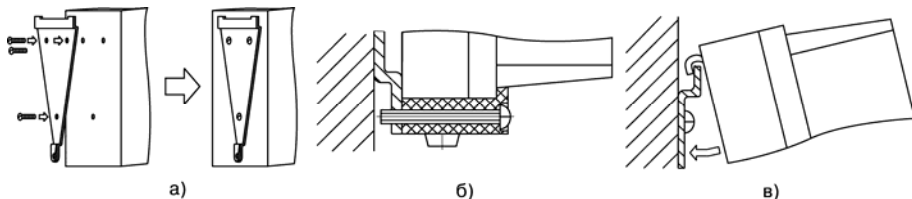

Рисунок 5.1
- 1) Закрепить кронштейн тремя винтами³ М4 на поверхности, предназначенной для установки прибора (см. приложение А и рисунок 5.1, а).
- 2) Зацепить крепежный уголок на задней стенке прибора за верхнюю кромку кронштейна (рисунок 5.1, б)
- 3) Прикрепить прибор к кронштейну винтом М4 х 35 из комплекта поставки (рисунок 5.1, в).